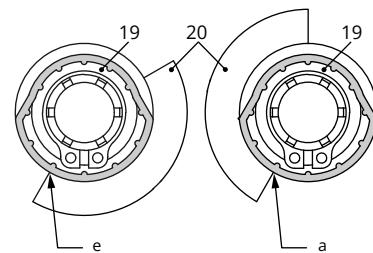

Bild 21: Schaltnocken und Schalterträger
Die Schaltnocken (19) sind mit dem Nockenträger (20) und den Sicherungsringen (9) bereits zur Schaltknockeneinheit (21) vormontiert (vgl. Bild 21).
3. Befestigungsschrauben herausdrehen und Antriebsplatine (12) aus ihrer Führung heraus nach rechts schieben. Platine leicht anheben und weiter in Richtung Kabeldurchführung schieben.
4. Spindelzahnrad (2) auf die Lagerhülse (13) aufstecken und einrasten. Darauf achten, dass dabei die seitliche Arretierung in die Nut der Lagerhülse eingreift.
5. Zwischenrad (1) auf Dom 1 (11.1) aufstecken, dann Zackenring (3) aufsetzen und bis zum Anschlag herunterdrücken.
6. Distanzring (8) auf Dom 2 (11.2) aufstecken.
7. Spannfeder (4) so auf den entsprechenden Dom aufsetzen, dass der lange Schenkel der Feder zwischen den Mantelflächen Distanzring (8) und Zwischenrad (1) liegt.
8. Die beiden vormontierten Schaltnocken (19) mit dem Zahnkranz voran auf den Nockenträger (20) aufstecken.
9. Einstellzahnräder (18) auf ihre Dome stecken und mit je einer Schraube befestigen. Prüfen, ob sich die Einstellzahnräder leicht drehen lassen. Schraube andernfalls wieder geringfügig lösen.
10. Die beiden Schaltnocken (19) nach Bild 21 entsprechend der Stellung der Antriebsstange auf dem Nockenträger (20) verdrehen.